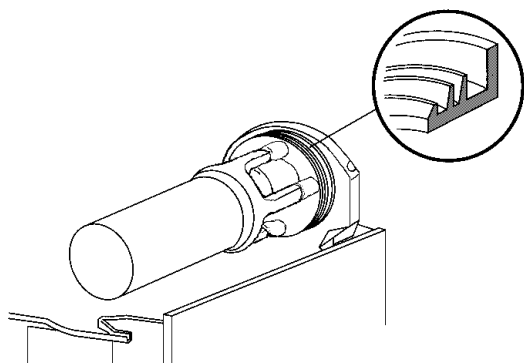

figure 11
- 4 Remonter le joint d'étanchéité du réservoir dans son siège. Remarque: Le bord ayant le diamètre le plus large doit être appuyé contre la paroi postérieure (voir figure 11).